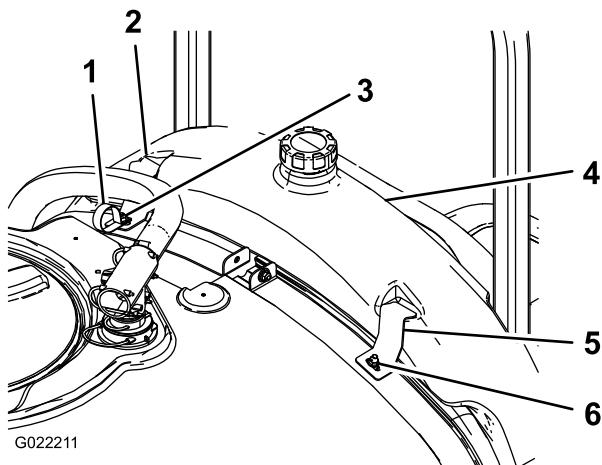

Figura 5
3. Instale o depósito de lavagem como se mostra em Figura 5.
- 4. Utilizando 2 porcas flangeadas, instale os suportes do depósito de lavagem nos parafusos de carroçaria previamente instalados (Figura 5).